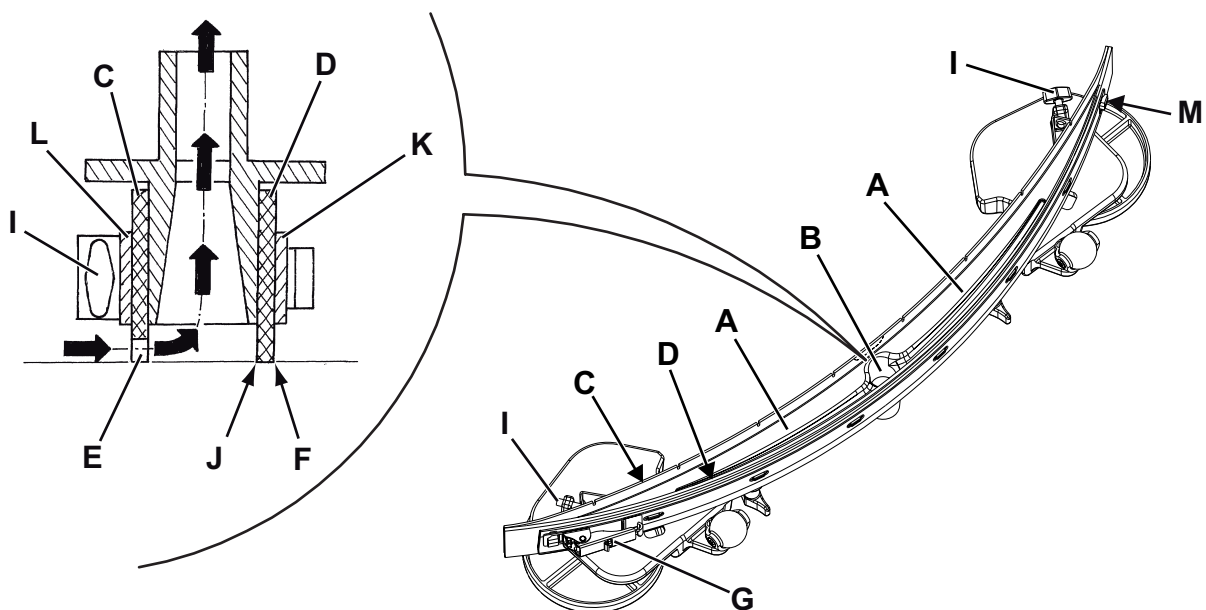

Abbildung 6
2. Zündschlüssel (58) einstecken und in Stellung I drehen.
3. Sauglippe (30) durch Betätigen von Schalter (63) absenken.
4. Zündschlüssel (58) in Stellung 0 drehen.
5. Ansaugrohr (31) von der Sauglippe abnehmen.
6. Sterngriffe (34) lösen und Sauglippe (30) abnehmen.
7. Sauglippe abspülen und reinigen. Insbesondere die Hohlräume (A, Abb. 6) und die Bohrung (B) von Schmutz und Abfällen befreien. Überprüfen, ob der vordere (C) und der hintere Gummi (D) unversehrt sind und keine Schnitte oder Risse aufweisen, gegebenenfalls austauschen.
1. Sauglippe (Abb. 6), wie in vorstehendem Abschnitt erläutert, reinigen.
2. Überprüfen, ob die Fugenkante (E) des vorderen (C) und die Fugenkante (F) des hinteren Gummis (D) gleichzeitig in ihrer gesamten Länge auf dem Fußboden aufsitzen. Andernfalls Höhe wie folgt einstellen:
- Zugstange (G) entfernen, Haltevorrichtungen (M) lösen und hinteren Gummi (D) einstellen. In die Haltevorrichtungen einrasten und mit der Zugstange fixieren.
- Sterngriffe (I) lösen und vorderen Gummi (C) einstellen. Sterngriffe wieder festdrehen.
3. Überprüfen, ob der vordere (C) und der hintere Gummi (D) unversehrt sind und keine Schnitten oder Risse aufweisen, gegebenenfalls wie folgt austauschen. Überprüfen, ob die Vorderkante (J) des hinteren Gummis verschlissen ist. Gegebenenfalls Gummi umdrehen und eine der drei unversehrten Kanten als Vorderkante verwenden. Sind auch die anderen drei Kanten abgenutzt, Gummi wie folgt austauschen:
- Zugstange (G) aushaken, Haltevorrichtungen (M) lösen, Haltestreifen (K) abnehmen und hinteren Gummi (D) umdrehen/ austauschen.
- Sterngriffe (I) aufdrehen, Haltestreifen (L) abnehmen und vorderen Gummi (C) austauschen.
4. Ansaugrohr (31) an die Sauglippe anschließen.